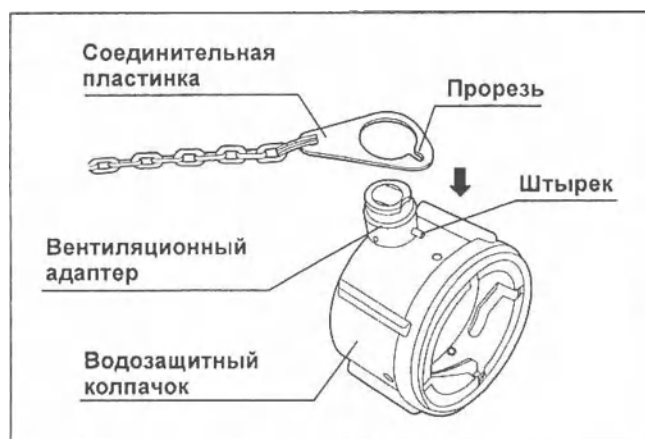

Рис. 2.2
2. Совместите прорезь на соединительной пластинке со штырьком на вентиляционном адаптере водозащитного колпачка (MH-553, см. Рис. 2.2).
3. Наденьте соединительную пластинку на вентиляционный адаптер (см. Рис. 2.2).
4. Убедитесь в том, что соединительная пластинка надежно закреплена у основания вентиляционного адаптера и легко проворачивается (см. Рис. 2.2).